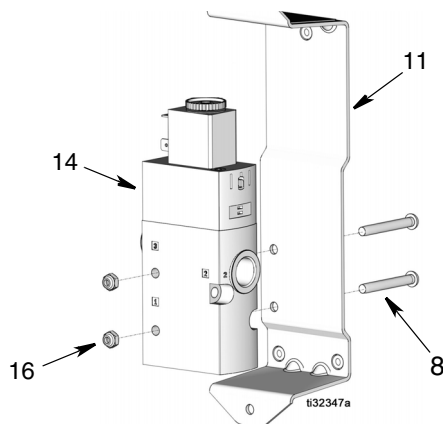

FIG. 29
2. Alinee la válvula solenoide (14) con la ménsula (11). Coloque dos tornillos (8) y tuercas (16) como se observa en FIG. 29 para fijar la válvula solenoide (14) a la ménsula (11). Apriete las tuercas firmemente.